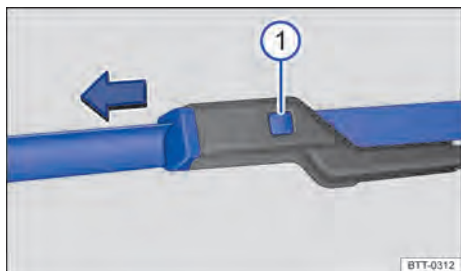

Fig. 134 Substituir as palhetas dos limpadores do para-brisa.
Verificar regularmente a condição das palhetas dos limpadores dos vidros. Substituir as **palhetas dos limpadores dos vidros** quando estas apresentarem perda de desempenho ou, limpá-las se estiverem sujas → Fig. 134.
- Com uma esponja úmida, limpar cuidadosamente as palhetas dos limpadores do para-brisa → Fig. 134.
- Manter o botão de destravamento → Fig. 134(1) pressionado e, ao mesmo tempo, retirar a palheta do limpador do para-brisa no sentido da seta.